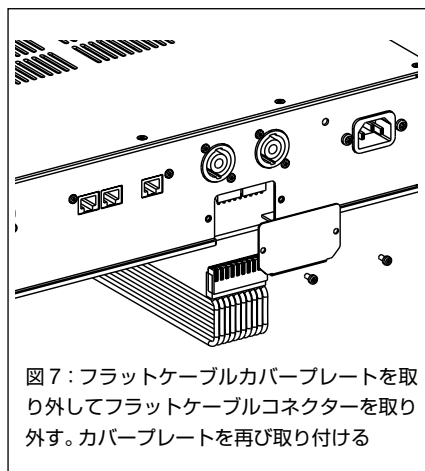

図7：フラットケーブルカバープレートを取り外してフラットケーブルコネクタを取り外す。カバープレートを再び取り付け
- フラットケーブルコネクターのカバーを取り外します(図7参照)。